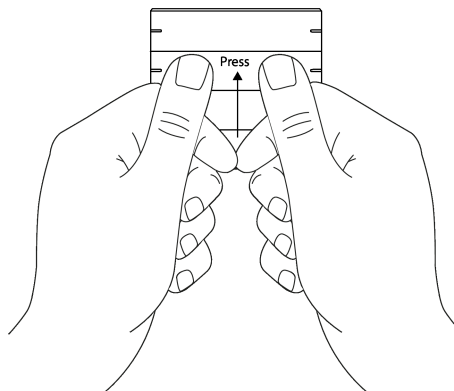

Figure 4: Appuyer sur le centre de la bascule
- Appuyer avec les deux pouces sur la bascule (voir figure 4).